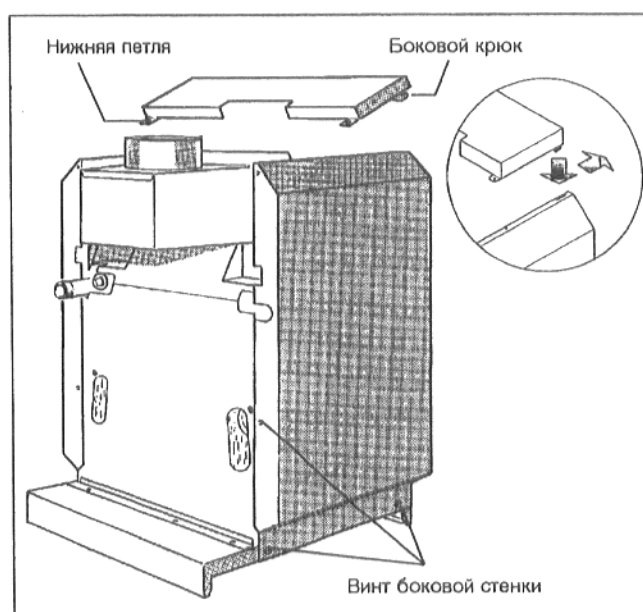

Рис. 11: Боковые стенки и передний кожух котла
- Закрепить обе боковые стенки внизу двумя самонарезными винтами и на задней стороне котла одним самонарезным винтом (Рис. 11).
- С помощью клещей отогнуть оба боковых крюка переднего кожуха котла и вставить сзади в продольные отверстия окантовок боковой стенки (Рис. 11).
- Обе задние петли переднего кожуха котла прикрепить с помощью двух самонарезных винтов к боковым стенкам (Рис. 11).